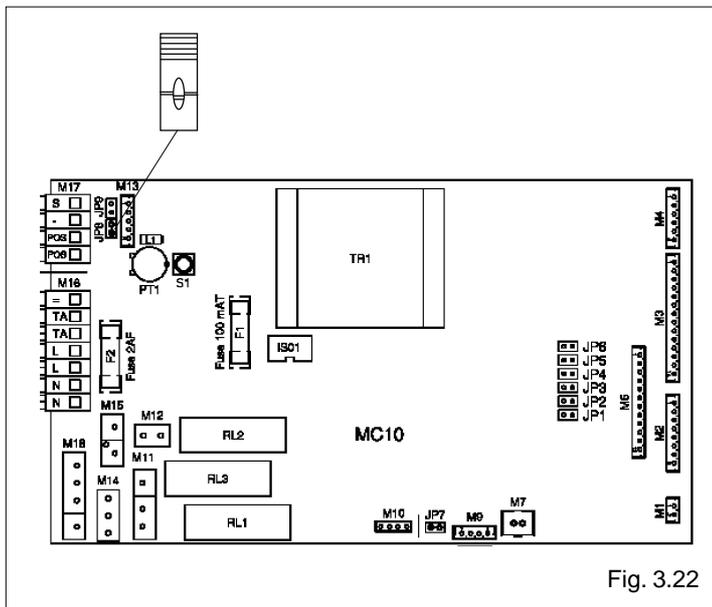

Fig. 3.22
- identificar la tarjeta de mando (fig. 3.22)
- insertar el puente JP8 (fig. 3.22)